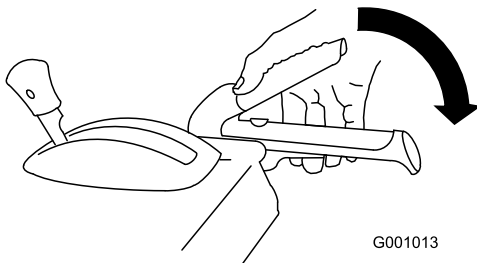

Bild 29
1. Drücken Sie zum Einkuppeln des Räumwerk- bzw. Antriebsradantriebs den rechten Hebel (Räumwerk/Antriebsrad) zum Handgriff (Bild 29).